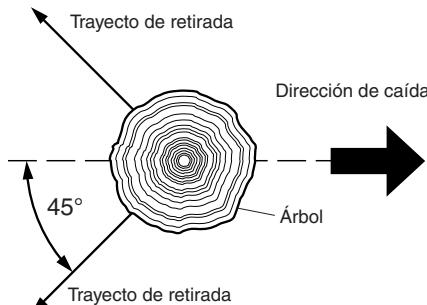

Figura 13 - Trayecto de retirada de un árbol
3. Planee y despeje un trayecto de retirada para el momento de la caída. Éste debe ser en sentido contrario al de la caída del árbol y a un ángulo de 45° (vea la Figura 13, página 32).